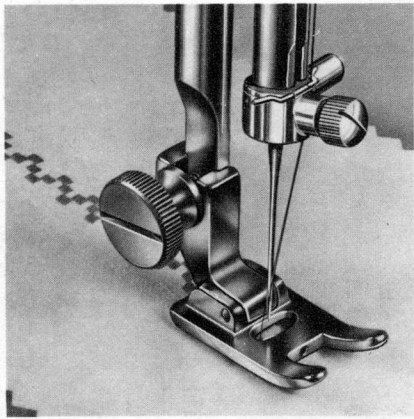

FIG. 50
**3/B-10** Pour exécuter le dessin de la fig. 50 placer le bouton rouge sur 1,5 mm. (point zig-zag). Procéder par à-coups, déplacer le bouton gris successivement à droite, au centre, à gauche, au centre, à droite etc. tous les 6 ou 7 points. Bouton  à environ 0,5 mm.